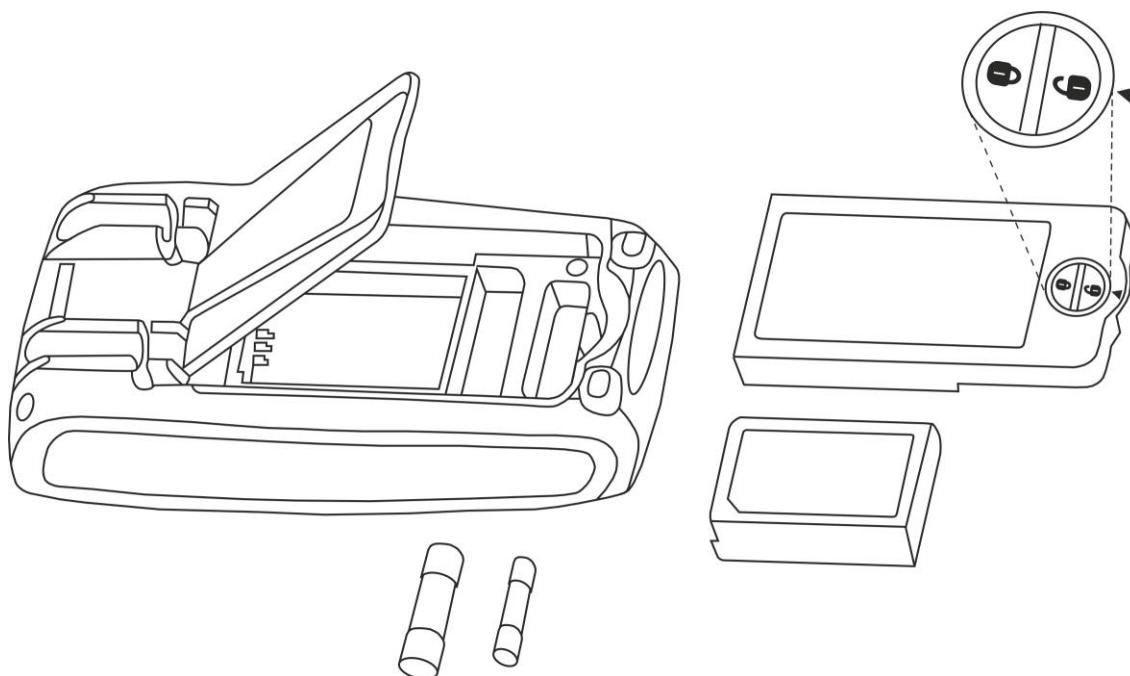

Fig. 34: Sostituzione fusibili interni
2. Ruotare la vite di fissaggio del vano batterie dalla posizione “” alla posizione “” e rimuovere lo stesso (vedere Fig. 34)